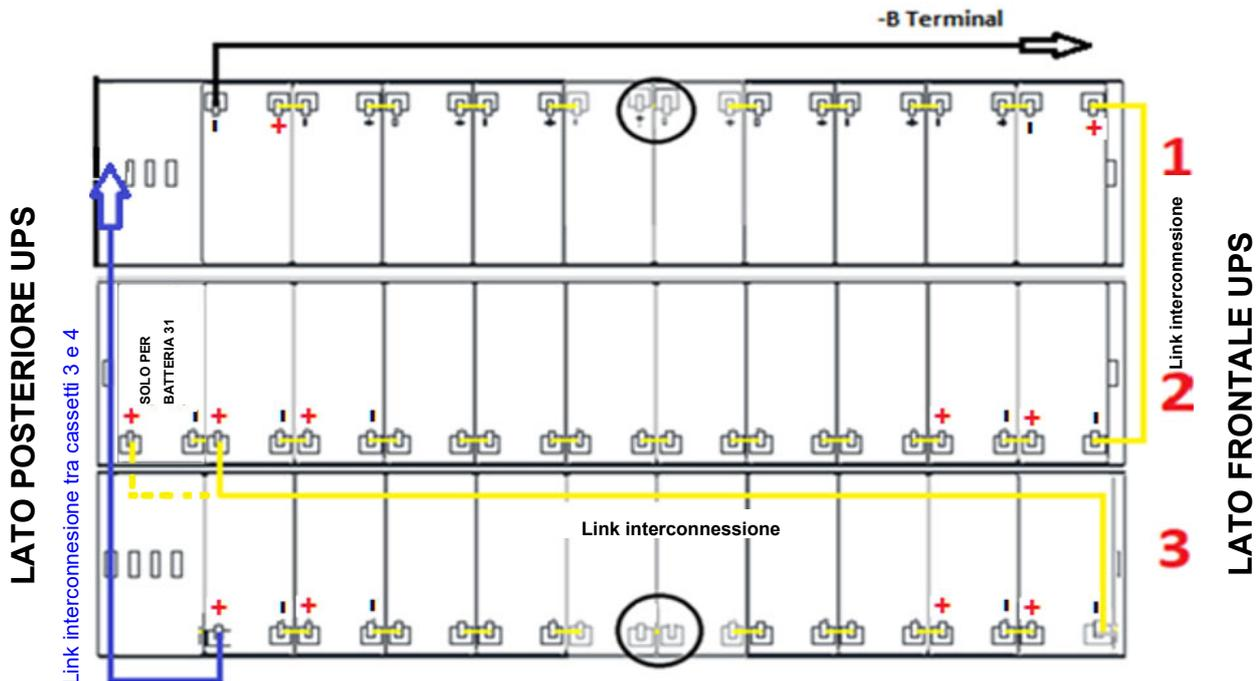

Figura 15 - Vista dall'alto Piano N°1 con connessioni batterie
6) Cablare il piano n°1 come indicato nella figura 15. **Lasciare scollegati i ponticelli cerchiati.**